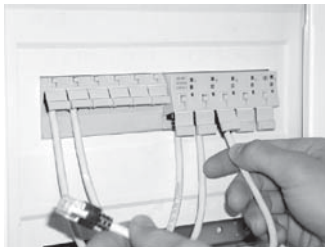

Bild 3
- 4 Nach Aufsetzen und Befestigen des Deckels stecken Sie die Patchkabel in die RJ-45-Buchsen an der Frontseite und stellen Sie die Verbindungen zu den aktiven Netzwerkkomponenten her (z. B. einem Switch, s. Bild 3).